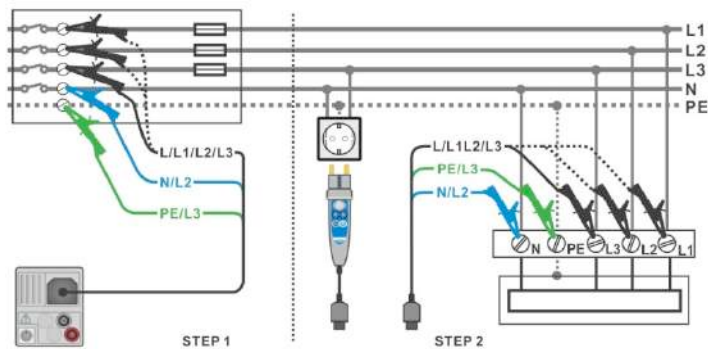

Рисунок 8.4: Измерение АВТО ТТ.
- › **Подключите измерительный кабель или щуп «Commander» к испытываемому объекту, см. рисунок 8.4.**